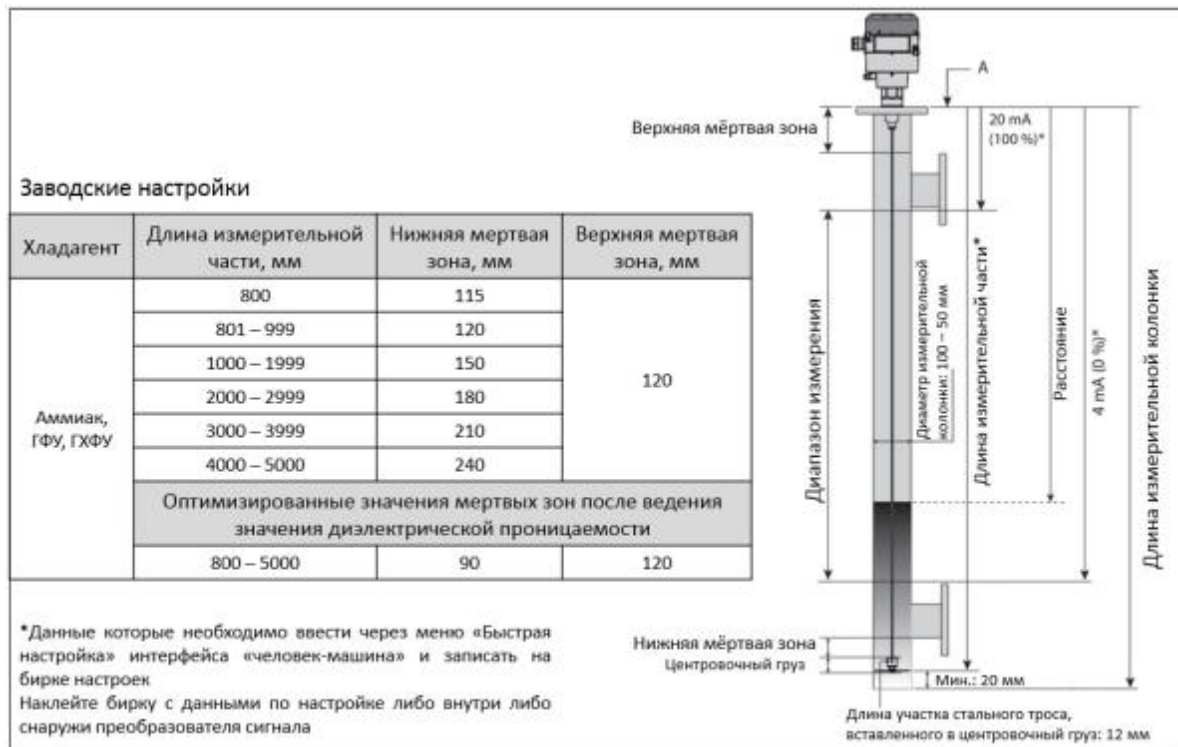

Рис. 7 Регулировка измерительной части
- длины измерительной части уровнемера (см. рис. 7);
- уровня, соответствующего сигналу 4 мА (см. рис. 7);
- уровня, соответствующего сигналу 20 мА (см. рис. 7).
Уровень, соответствующий сигналу 4 мА для максимального диапазона измерения равен: максимальная длина измерительной части уровнемера минус высота центровочного груза (33 мм) и минус величина нижней мёртвой зоны (см. рис. 7).
Уровень, соответствующий сигналу 20 мА для максимального диапазона измерения равен: значению верхней мёртвой зоны (см. рис. 7).
Макс. длина измерительной части уровнемера (3080 мм) – высота центровочного груза (33 мм) – величина нижней мёртвой зоны (см. рис. 7) (210 мм) = 2837 мм
Уровень, соответствующий сигналу 20 мА для максимального диапазона измерения: - величина верхней мёртвой зоны (см. рис. 7) = 120 мм